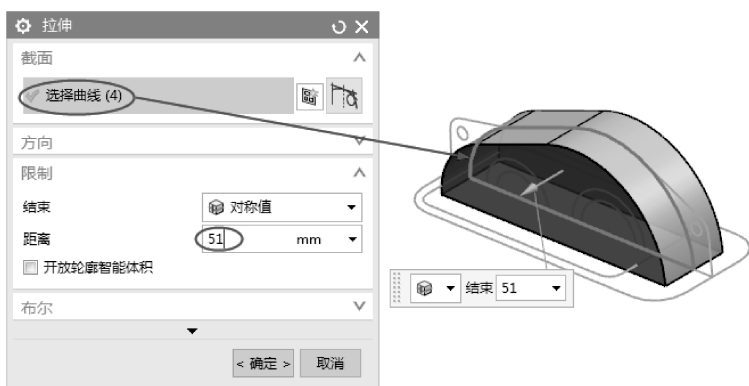

图 4-75 创建拉伸特征
- 02 在【特征】工具条中单击【拉伸】按钮，弹出【拉伸】对话框。按如图 4-75 所示的操作创建拉伸实体特征。